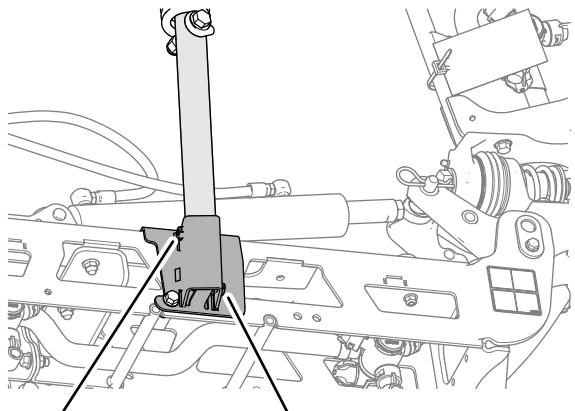

図 104
3. 下側クレードルチューブを固定している固定ねじをゆるめる図 104。